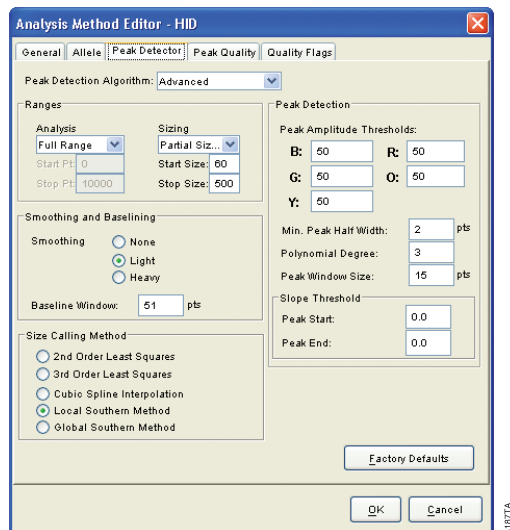

图20. The GeneMapper® ID “Peak Detector”选项
10. 点击“Peak Detector”选项，图20为设置参照图。
10. 点击“Peak Detector”选项，我们推荐按照图20进行设置。